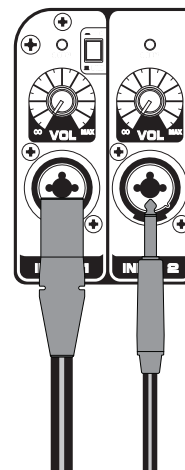

figura 2
4. Connettere o un segnale di livello linea dal mixer (o altra sorgente audio) o un microfono al jack di Input 1 o un segnale di livello linea al jack di Input 2 sul pannello posteriore (figura 2) dell'Auro X12D/X15D. Se si usa un microfono, impostare l'interruttore Mic/Line alla posizione microfono.